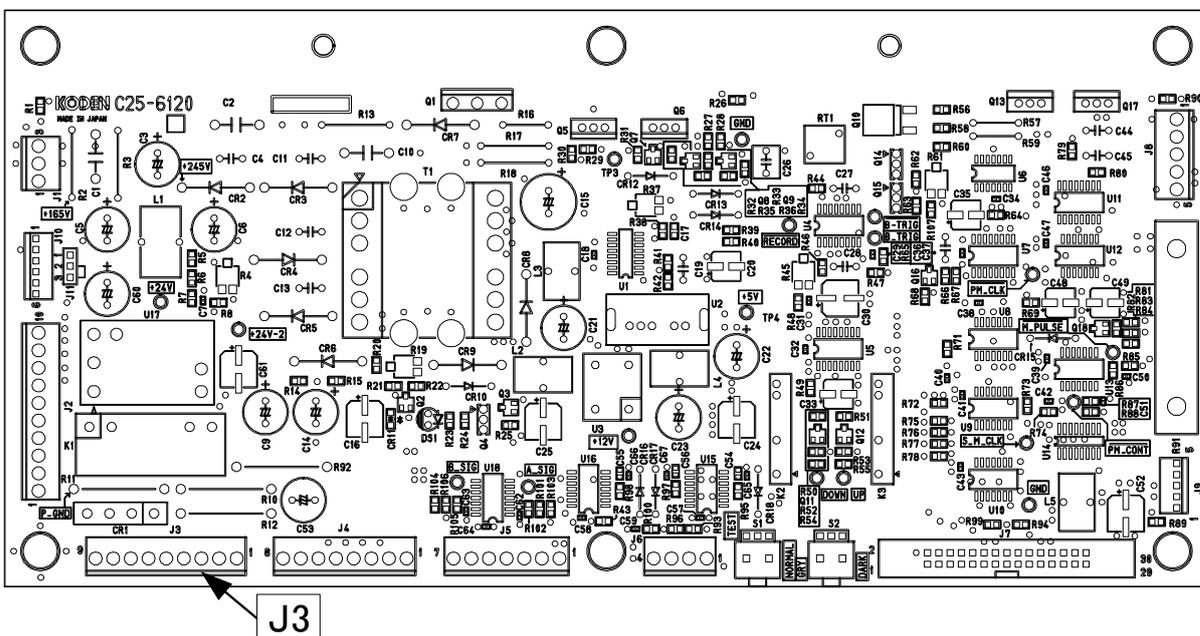

図 4.1 C25-6120 J3 配置説明図
4. テスターで測定した結果が、 $AC100V \pm 15V$ であれば正常です。それ以外の場合は、内部配線の異常です。（図 4.1 参照）